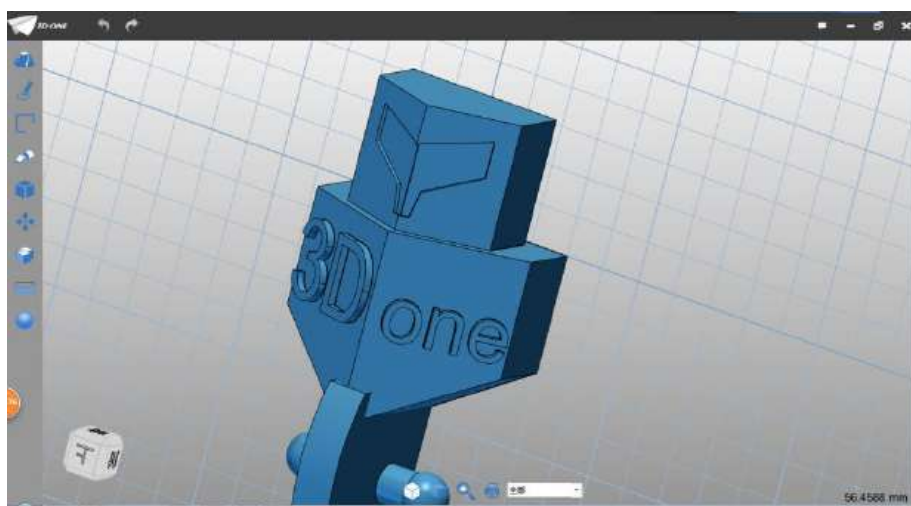

图 2-14
Step 14 点击确定，完成曲线镶嵌操作，如下图 2-14 所示：